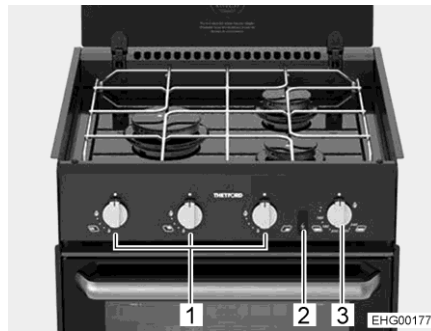
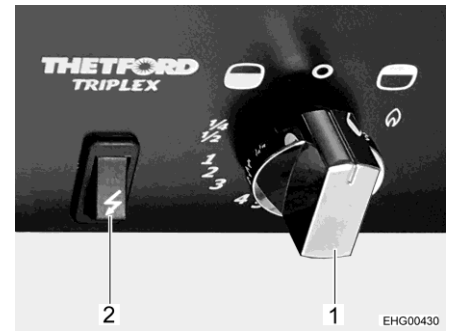

Fig. 256 Cocina con quemadores de cocina de gas
Fig. 257 Elementos de mando (horno de gas con grill)
- Hundir el regulador giratorio (Fig. 256,1) del quemador deseado, girar el mismo a la posición de encendido (llama alta) y mantenerlo hundido hasta que arda la llama (por un máximo de 15 segundos).
- Pulsar y girar el regulador giratorio (Fig. 256,3 y Fig. 257,1) en sentido contrario a las agujas del reloj (en dirección del símbolo de horno "  "), al ajuste máximo.
- Presionar el regulador giratorio (Fig. 256,3 y Fig. 257,1) y mantenerlo presionado por 5 a 10 segundos. El gas circula hacia el quemador.
- Presionar el interruptor de encendido (Fig. 256,2 y Fig. 257,2) tanto tiempo como sea necesario para que arda la llama.
- Pulsar y girar el regulador giratorio (Fig. 256,3 y Fig. 257,1) en sentido de las agujas del reloj (en dirección del símbolo de grill "  "), al símbolo de llama.
- Girar el regulador giratorio (Fig. 257,1) a "O". La llama se apaga.